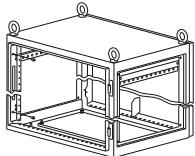

Рисунок 8
4.7.1 Приложите уголок вертикальный под панели ЛГ/ЛМА к стойке передней рамы и закрепите винтами M4×8 в четырёх местах (рисунок 8).